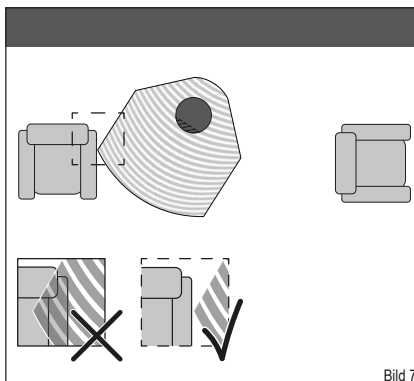
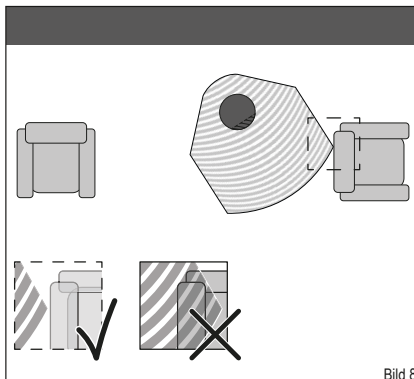

Bild 7
Bild 8
- In dem eingestellten Drehwinkel des Kaminofens darf sich innerhalb des Strahlungsbereiches kein brennbares Material wie, z. B. Möbelstücke befinden (Bild 7 und Bild 8).